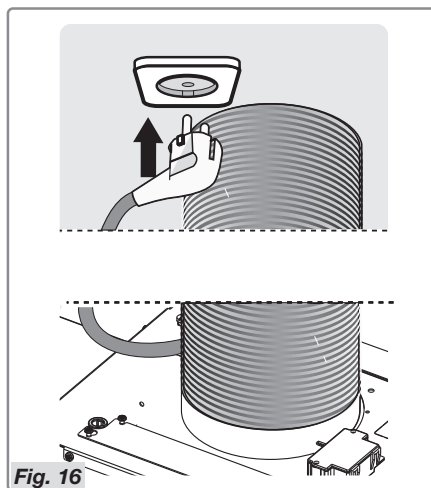

Fig. 16
- Sæt stikket i det afbrudte stik på væggen (fig. 16).